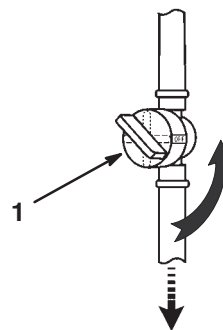

Bild 32
- Schließen Sie den Kraftstoffhahn (Bild 32).